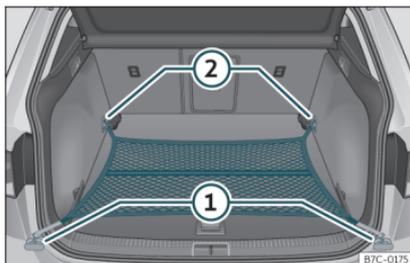

Fig. 117 Nel bagagliaio: rete fermacarico agganciata a livello del piano.
- Fissare i ganci della rete agli occhielli di ancoraggio (1) r (2)»» fig. 117 »» ⚠. La cerniera della tasca dev'essere rivolta verso l'alto.